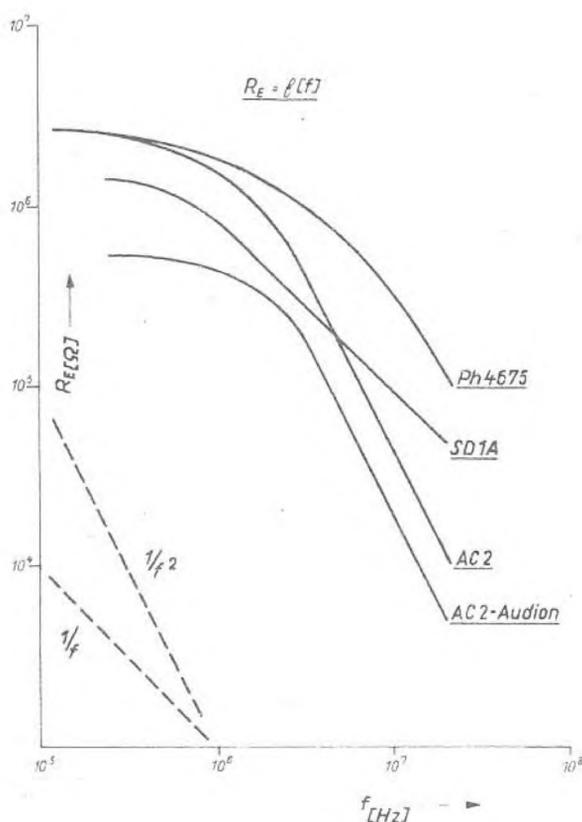

Abb. 4. Einige gemessene Werte
3. Ist auf der Einbauplatte ein Fenster ausgeschnitten, das aus der Vereinigung zweier quer zueinander stehender Schlitz entsteht, so ist die Wirkung analog einem Nebenschluss-Resonanzkreis mit unendlichem Scheinwiderstand (Abb. 4).
Die gemessenen Werte sind in der Abb. 4 eingetragen, wobei beide Achsen im logarithmischen Maßstab gezeichnet sind. Man sieht, dass bei den höheren Frequenzen die AC 2 ziemlich ungünstig liegt. Es treten schon ab 2 MHz die Laufzeitverluste besonders hervor. Diese wachsen umgekehrt mit dem Quadrat der Frequenz. Zum Vergleich ist der Verlauf einer Funktion $1/f^2$ gestrichelt eingezeichnet. Bei den ausgesprochenen UKW-Röhren SD1A und Ph 4675 treten die Laufzeitverluste bis ca. 20 MHz weniger in Erscheinung. Es sind hier besonders die dielektrischen Verluste in den Zuleitungen und in den Sockeln massgebend, da hierbei der Verlauf der Kurve nach einer Funktion $1/f$ abfällt. Bei niedrigen Frequenzen ist die SD1A ungünstiger als die AC 2, das liegt daran, dass der Gitteranschluss der AC 2 gut durch Glas isoliert ist, während der Sockel und die Fassung der SD1A aus einem Isoliermaterial mit einem hohen Verlustwinkel bestanden. Für die Ph 4675 wurde eine Fassung aus Trolitul hergestellt, so dass diese Röhre in bezug auf den Eingangswiderstand am günstigsten abschneidet.